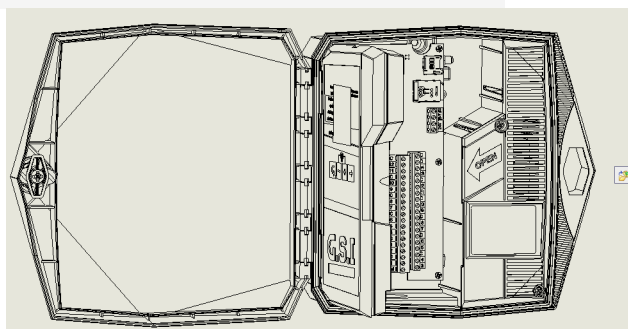

Рисунок 2: Разворот панели управления
2. Развернуть панель управления (рис. 2).